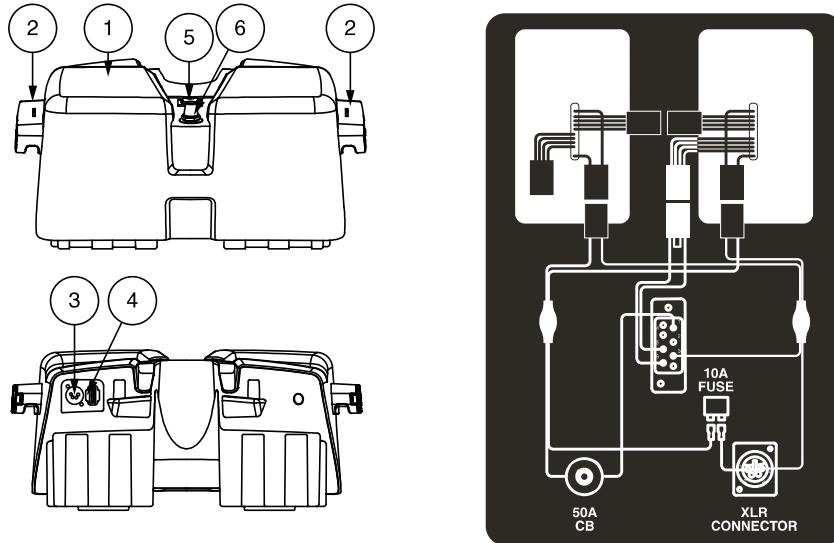

Abb. 4. Batteriebox
Ihr Fahrzeug ist mit einem leicht herausnehmbaren, innovativen Batteriepack versehen. Das Batteriepack kann mittels eines auf dem Deckel befindlichen Griffes aus dem Fahrzeug mit einer Hand leicht herausgehoben werden. Abhängig von der Konfiguration Ihres Fahrzeug enthält der Akku einen oder zwei wiederaufladbare Akkus und möglicherweise die Netzkabelbuchse des Ladegeräts, den Hauptschalter (Reset-Taste) und die Akkusicherung. Siehe Abb. 4.
Bei einer zu niedrigen Batteriespannung oder bei der Überlastung des Fahrzeugs durch schwere Last oder zu große Steigungen, ist ein Auslösen der Hauptunterbrecher möglich, um Motor und Elektronik vor Schäden zu schützen.. Siehe Abb. 4.
Die Sicherung befindet sich unter dem Batteriepack und schützt die Elektronik der Lenkerkonsole. Siehe Abb. 4. Im Fall, dass ein Gerät der Lenkerkonsole nicht reagiert, überprüfen Sie die Sicherung. Folgen Sie den Anweisungen in VIII. „Fehlersuche“ für den Austausch der Sicherung.
- Kontrollieren Sie, dass die Sicherung nicht ausgelöst ist. Siehe Abb. 4.